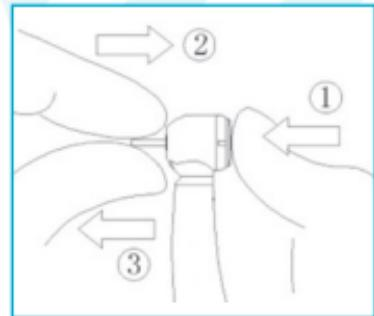

Fig. 8-1
Prima levemente o botão com o polegar e insira simultaneamente a broca de carbureto ou diamantada (Fig. 8-1①②).
Prima o botão com o polegar e, simultaneamente, retire a broca de carbureto ou diamantada (Fig. 8-1①③).